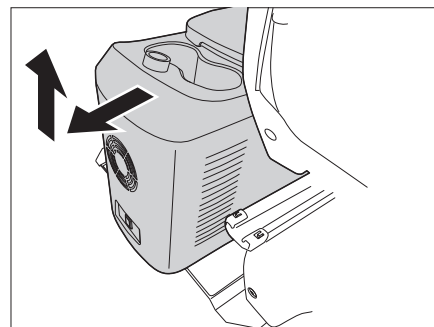

Fig. 89 Rimozione del frigobox
- Tirare il frigobox verso il lato posteriore e toglierlo dall'alto (Fig. 89).